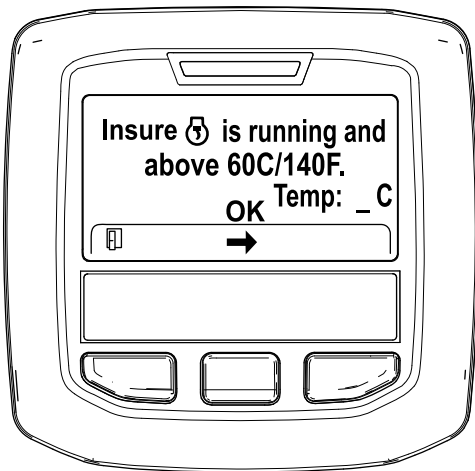

Figura 35
5. Si la temperatura del refrigerante está por debajo de 60°C (140°F), aparece el mensaje “Insure [DPF icon] is running and above 60C/140F” (Asegúrese de que funciona y esté por encima de 60 °C/140 °F). (Figura 35).